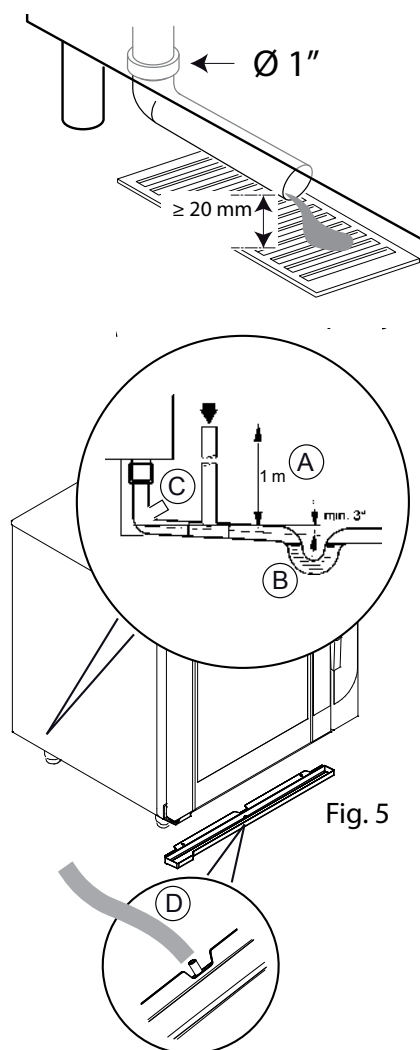

Fig. 5
2. Comprobar el correcto pendiente del dispositivo de contención y salida de aguas grises. El dispositivo debe dejar fluir sin problemas las aguas grises en el desagüe de red. ES obligatorio instalar entre la salida de agua procedente del horno y el sifón, un tubo de purga de aire abierto (Fig. 5/A) alto aproximadamente 1 metro o bien un tipo de salida denominada "de vaso", para favorecer la salida del agua.
4. La conexión con el tubo incluido en el suministro (Fig. 5/D) entre la salida del cajón-puerta y la salida principal (Fig. 5/C) se ha realizado correctamente.